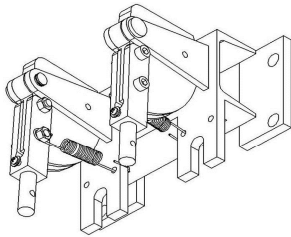

图 22 远程控制盒
1. 将手柄连接杆从远程控制盒上拆下。见 (P9 图 22);